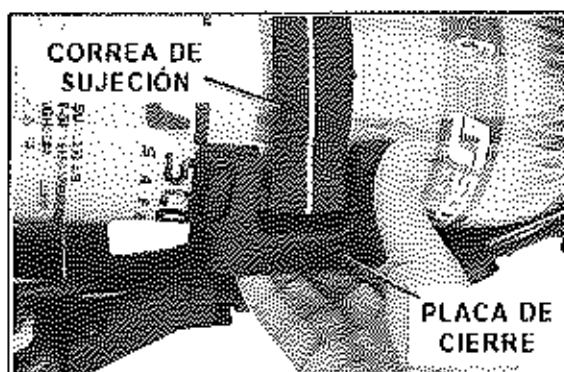

FIGURA 18
2. Destabe la correa de sujeción del cilindro al sostener la placa de cierre como se muestra en la FIGURA 18 y levantar el extremo del cierre.